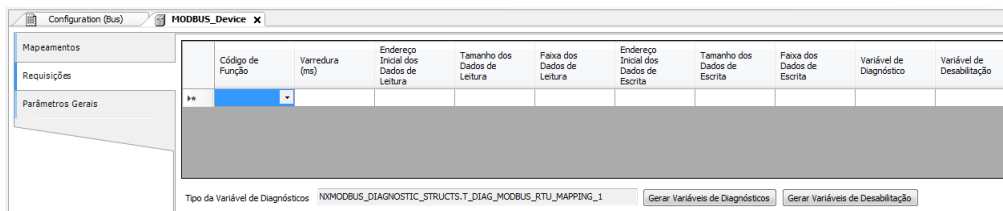

Figura 88: Tela de Requisições de dados MODBUS Mestre
- Adicionar e configurar as requisições MODBUS como apresentado na Figura 88, especificando a função, o tempo de varredura da requisição, o endereço inicial (leitura/escrita), o tamanho dos dados (Leitura/Escrita) e gerar as variáveis de diagnóstico e desabilitação das requisições através dos botões na parte inferior da janela.